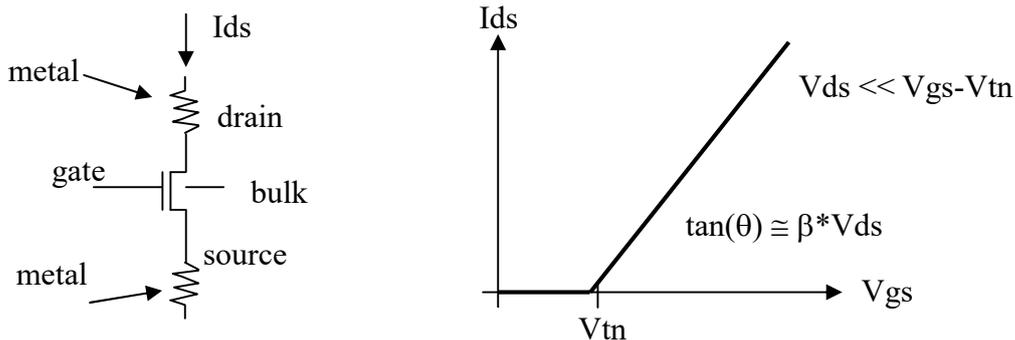

Figura 1. Curva I_{ds} x V_{gs} para V_{ds} pequeno
Uma primeira curva interessante de se estudar é a resultante da aplicação de uma tensão baixa em V_{ds} e aumentando gradualmente a tensão V_{gs} (Figura 1). Supondo que a condição seja tal que o transistor venha da região de corte, quando $V_{gs} < V_{tn}$ e vá direto para a região de linear, e supondo que $V_{ds} \ll V_{gs} - V_{tn}$, a equação (2) pode ser simplificada para uma de dependência linear com V_{gs} e V_{ds} . Por esta equação simplificada, observando-se as condições de V_{gs} para $I_{ds} = 0$ (com $V_{ds} \neq 0$), valores de V_{tn} e de β . Esta situação pode ser extrapolada como na curva abaixo. Tendo-se W e L , o valor de ' $\mu_n \text{ Cox}$ ' também pode ser obtido.
Deve-se observar que o modelo do transistor não inclui as resistências parasitárias do metal como indicado pelo esuema à esquerda da Figura 1. Estes componentes são incorporados em separado no circuito completo, por exemplo, após uma extração elétrica do leiaute.
i) Com algum editor de figura, faça a extrapolação sugerida na Figura 1 para a obtenção de V_{tn} , o valor de tensão de limiar.
- **Sigas as instruções e complete a folha de respostas (item 3.3)**